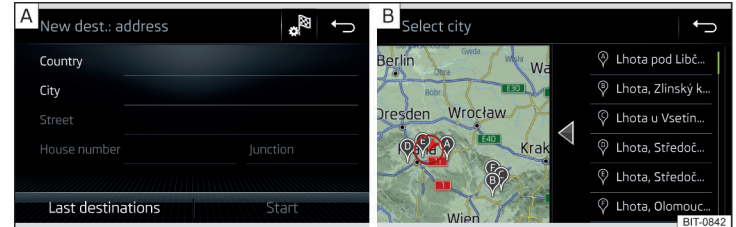

Abb. 222 Ziel über die Adresse eingeben: Hauptmenü / Liste der aufgesuchten Orte
- Die Zieladresse eingeben und anschließend bestätigen » Abb. 222 - **A**.
In Abhängigkeit von der Anzahl der aufgesuchten Orte kann automatisch eine Karte mit einer Liste der aufgesuchten Orte angezeigt werden » Abb. 222 - **B**.